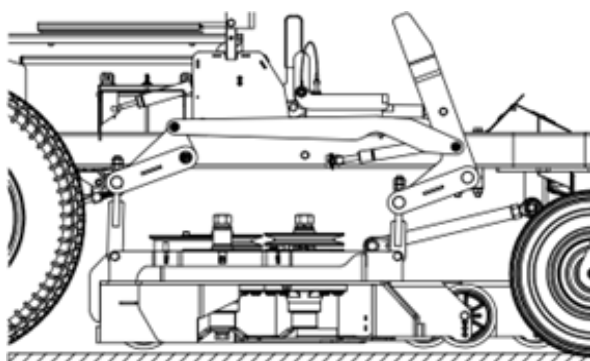

Рис. 16
7.2.5 Опустите деку на минимальную высоту (2,5 см). Отрегулируйте регулировочную гайку натяжения (см. рис. 16) и регулировочную контргайку пока зазор между землей и декой спереди не станет чуть меньше, чем аналогичный зазор сзади – примерно на 6 мм.